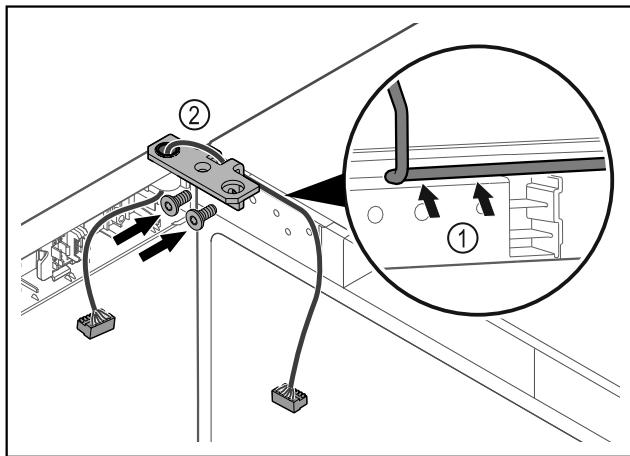

Fig. 45
- 将电缆穿过合页角铁的缺口并小心铺设 Fig. 45 (1)。
- 拧上合页角铁 Fig. 45 (2)。